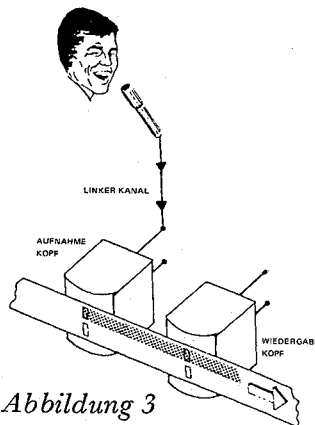

Abbildung 3
- Nehmen Sie das Basis-Programm auf dem linken Kanal, z.B. von einem Mikrofon auf (siehe Abbildung 3).